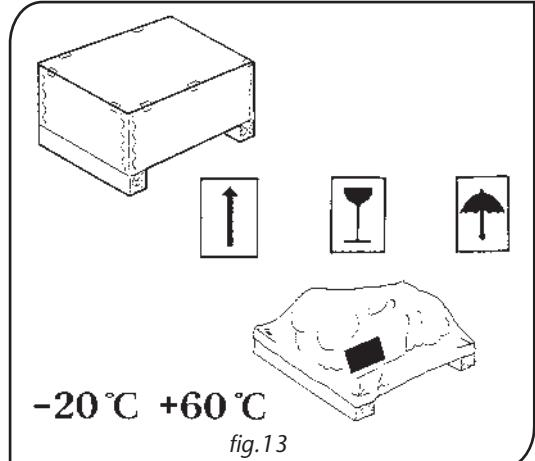

fig.13
- Gli imballi, quando necessario, possono riportare segnalazioni e pittogrammi che forniscono importanti informazioni riguardanti la movimentazione ed il trasporto (massa, punti di presa, informazioni per lo stoccaggio, ecc.) - (fig.13).